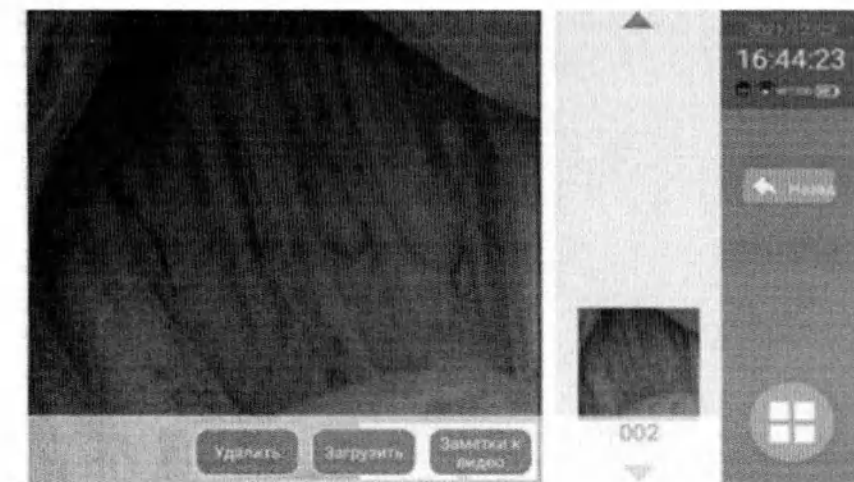
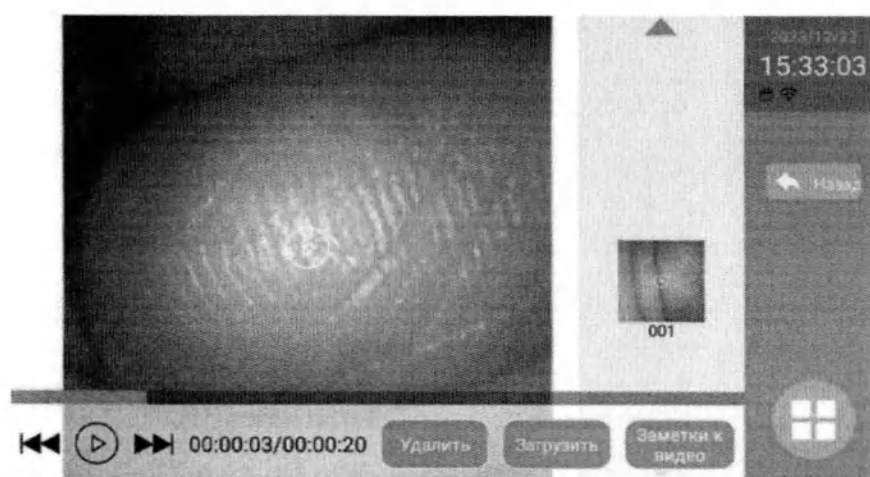

Рис. 4.36 Интерфейс фотопримечаний.
Рис. 4.37 Интерфейс видеопримечаний.
4.4.3 В меню управления файлами найдите видео или фото, которые необходимо прокомментировать. Нажмите на видео или фото, чтобы прокомментировать видео или фото. (См. Рис. 4.36, Рис. 4.37).